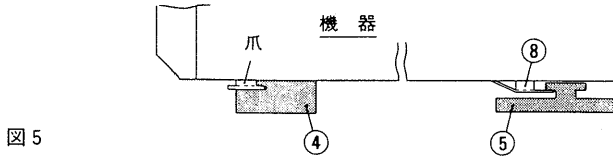

図5
- (1) 機器を水平レール前 ④ の上へ載せて挿入して下さい。この時、機器底面に取り付けたストッパー金具 ⑧ が水平レール前 ④ に当たらない様に、上方へ押し込みながら挿入して下さい。図5の様にストッパー金具 ⑧ は水平レール後 ⑤ の溝の中へ、また機器底面の爪部も水平レール前 ④ の溝の中へ、それぞれ完全に入ったことを確認して下さい。